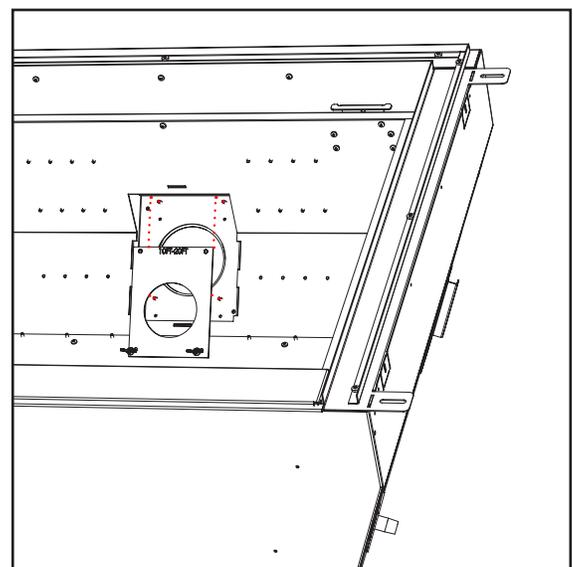

Figure 39c.
Les écrous à oreilles doivent être utilisés sur les boulons qui dépassent du bas de la plaque. vu à la figure 39c.
Étape 6. Fixez les écrous à oreilles aux boulons inférieurs uniquement. Fig.39c